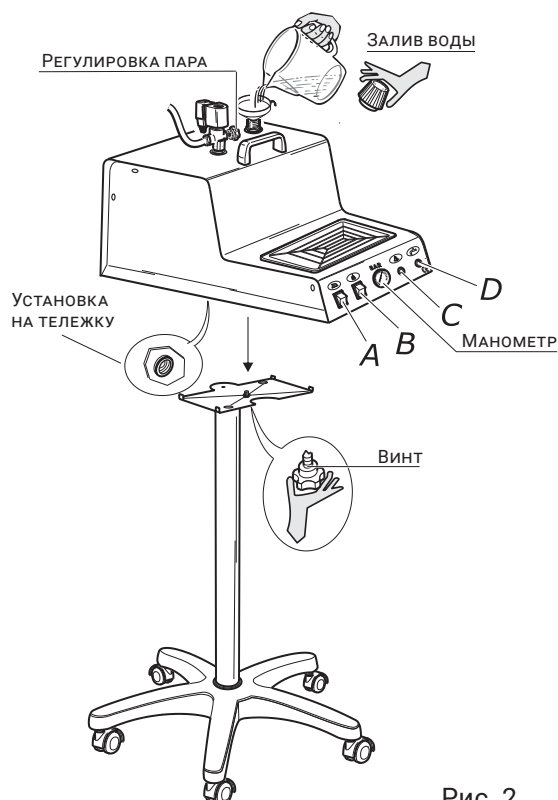

Рис. 2
- 3.3. Отвинтите колпачок предохранительного клапана (рис. 1), наполните парогенератор водой (рис. 2) доверху или до необходимого количества. Возьмите колпачок за пластиковый верх и завинтите его снова (не заворачивайте слишком сильно, чтобы не испортить уплотнение).
- 3.5. Включите парогенератор (рис. 2В), утюг (рис. 2А) и установите термостат (рис. 3) в положение «хлопок».
- 3.6. Дождитесь, пока индикатор парогенератора отключится (рис. 2С). Возьмите утюг за пробковую ручку и нажмите красную кнопку 3–4 раза (рис. 4), чтобы начал выделяться пар; эта операция необходима для нагрева паровых трубок утюга. С помощью этой операции вы избежите разбрызгивания воды на одежду. Чтобы настроить интенсивность подачи пара, необходимо поворачивать клапан настройки подачи пара (рис. 2). В процессе глажения индикатор парогенератора включается и выключается (рис. 2С).
- 4.2. Открутите колпачок предохранительного клапана (рис. 1), наполните парогенератор водой (рис. 2) доверху или до необходимого количества (рекомендуем использовать трубку). Возьмите колпачок за пластиковый верх и завинтите его снова (не заворачивайте слишком сильно, чтобы не испортить уплотнение). **ПРИ НАПОЛНЕНИИ ПАРОГЕНЕРАТОРА НЕ ДОПУСКАЙТЕ ПЕРЕЛИВА.** Если это произошло, немедленно удалите влагу.
- 4.4. Включите парогенератор (рис. 2 В), утюг (рис. 2 А) и установите термостат (рис. 3) на «хлопок» (термостат на утюге должен быть установлен между «шерсть» и «хлопок»).
- 4.5. Дождитесь, пока индикатор парогенератора отключится (рис. 2 С), давление на манометре установится на отметке 2,5–3 бар. Теперь возьмите утюг за пробковую ручку и нажмите красную кнопку 3–4 раза (рис. 4), чтобы начал выделяться пар; эта операция необходима для нагрева паровых трубок утюга. С помощью этой операции вы избежите разбрызгивания воды на одежду. В процессе глажения индикатор парогенератора включается и выключается (рис. 2 С).
Если вы работаете с гладильной поверхностью без вакуума, на гладильной поверхности могут образовываться пятна воды от конденсации пара. Чтобы этого избежать, подложите войлок под обычное покрытие и установите минимальный уровень подачи пара (рис. 2).
При отсутствии воды в парогенераторе включится индикатор «отсутствие воды» (рис. 2D). Устройство отключится. Поверните колпачок предохранительного клапана (рис. 1) на 360° и дождитесь выхода пара (манометр должен показывать 0 Бар). Выкрутите колпачок полностью и подождите несколько минут. Заполните парогенератор водой. Закрутите колпачок обратно, включите парогенератор и дождитесь выключения индикации (рис. 2С). Парогенератор снова готов к работе.